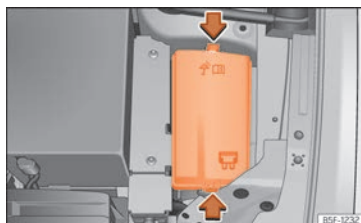

Fig. 56 En el vano motor: tapa de la caja de fusibles.
- Presione las pestañas de bloqueo para desbloquear la tapa de la caja de fusibles »» **fig. 56**.